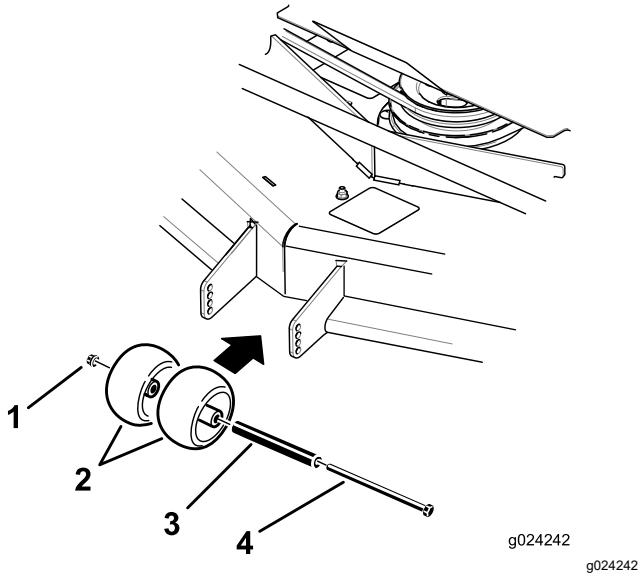
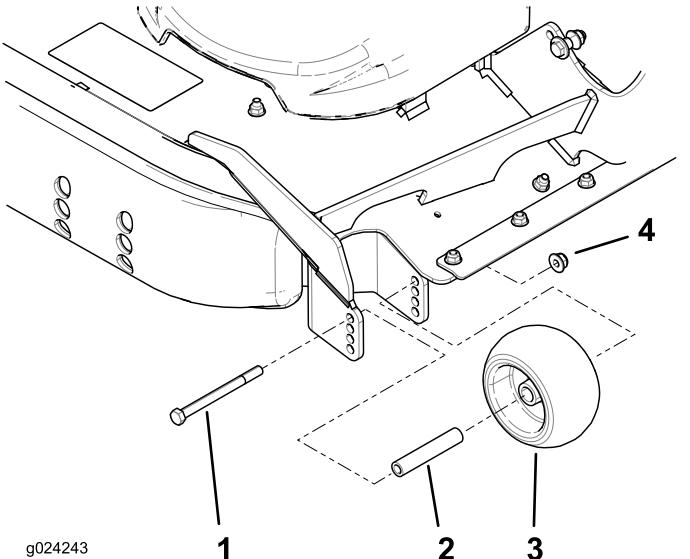

Figura 32
Figura 33
3. Remova os rolos antidanos como se mostra na Figura 32 e na Figura 33.